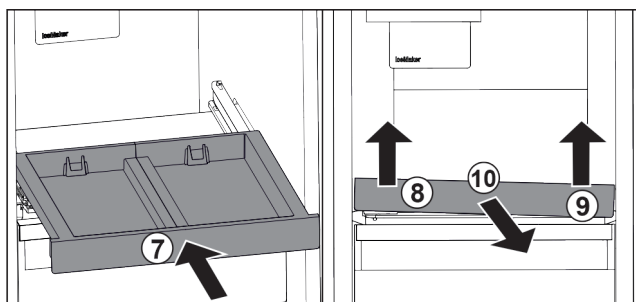

Fig. 102
- Tolja be a kihúzható rácst. Fig. 102 (7)
- Emelje meg a kihúzható rács elejét baloldalt. Fig. 102 (8)
- Emelje meg a kihúzható rács elejét jobboldalt. Fig. 102 (9)
- Vegye ki a kihúzható rácst előre. Fig. 102 (10)